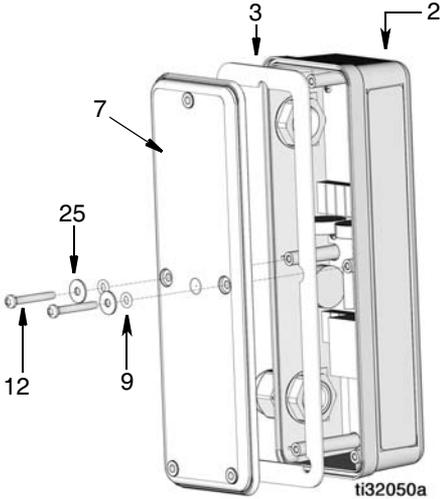

ABB. 4
5. Zwei Schrauben (12), Scheiben (25) und O-Ring (9) von der PLS-Abdeckung (7) entfernen und Abdeckung und Dichtung (3) vom PLS-Elektronikgehäuse (2) abnehmen (ABB. 4).